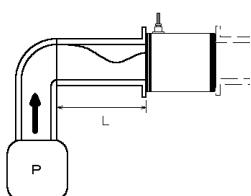

図6. 上流にポンプなどがある場合
- (b)上流側にポンプなどからの圧送による吐出口がある場合。図6.